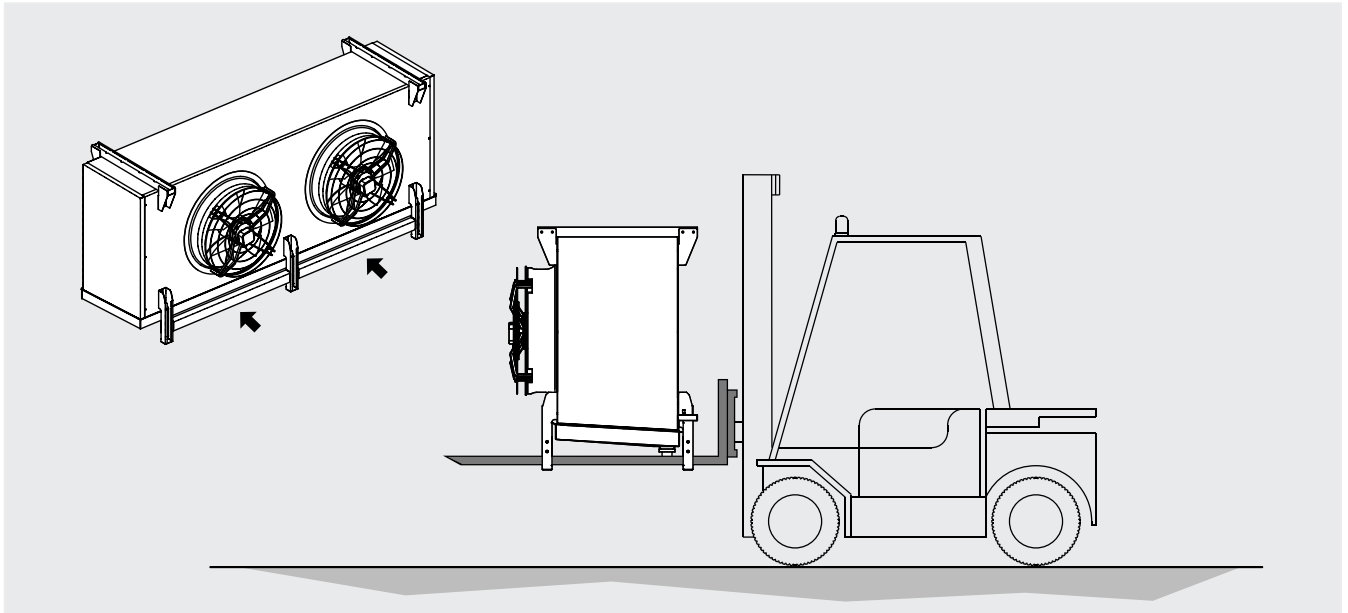

Figure 3
- 5.11 Les modèles Ø630 et Ø800 peuvent être équipés de traverses sur les pieds de support adaptées au levage avec les fourches d'un chariot élévateur. Voir la Figure 3.